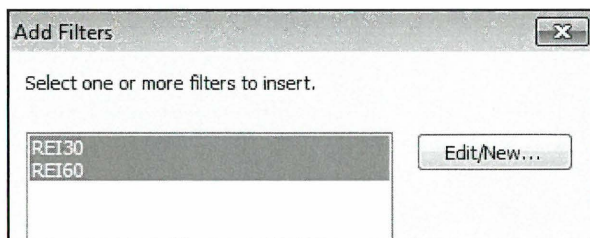

Fig. 13.11. Marker begge oprettede filters.
- Marker nu begge oprettede **Filters** på listen (Fig. 13.11).